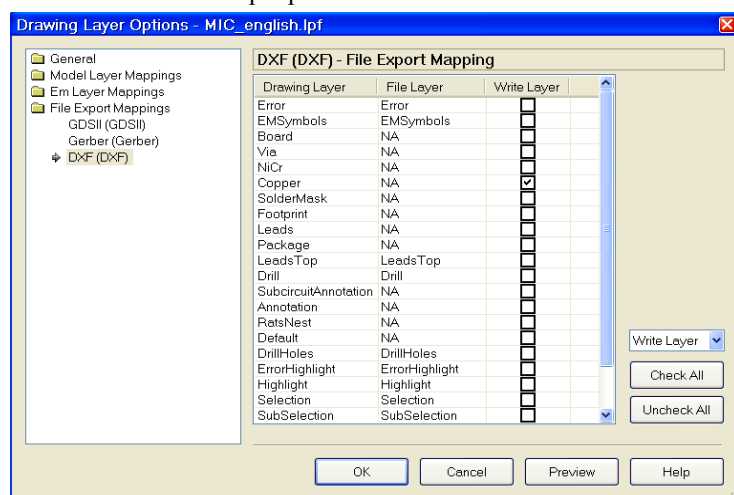

Рис. 5.43
2. В левой части окна щёлкните мышкой по **File Export Mappings** (Соответствие файла экспорта) и отметьте **DXF**. В столбце **Write Layer** (Записать слой) отметьте **Copper** (Медь) и снимите все остальные “галочки” (рис. 5.43). Нажмите **OK**.